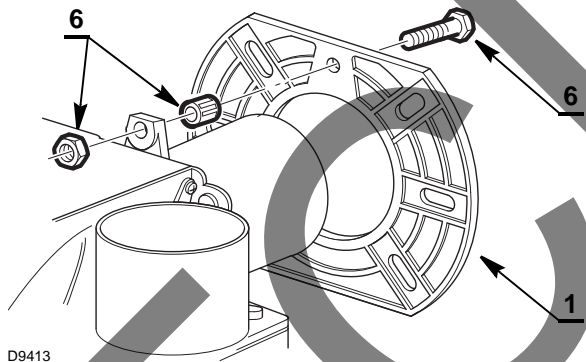

Fig. 12
- Colocar en la brida (1) el tornillo y las dos tuercas (6) (Fig. 12).